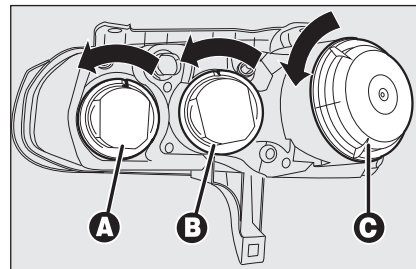

fig. 25/a
- ☐ ruotare in senso antiorario il coperchio **A-fig. 25/a**;